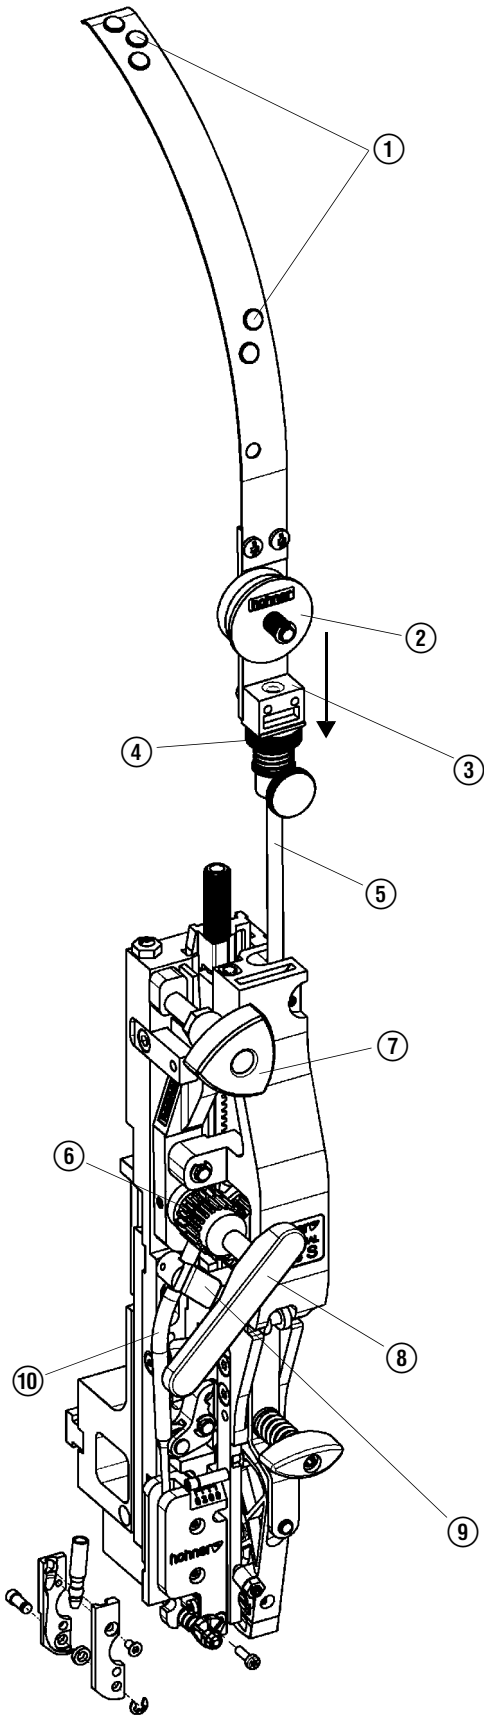

Abb. 9
- Abb. 9 -
- Drahttransport abstellen (Dreikantgriff ⑦ in „Mittelstellung“ bringen).